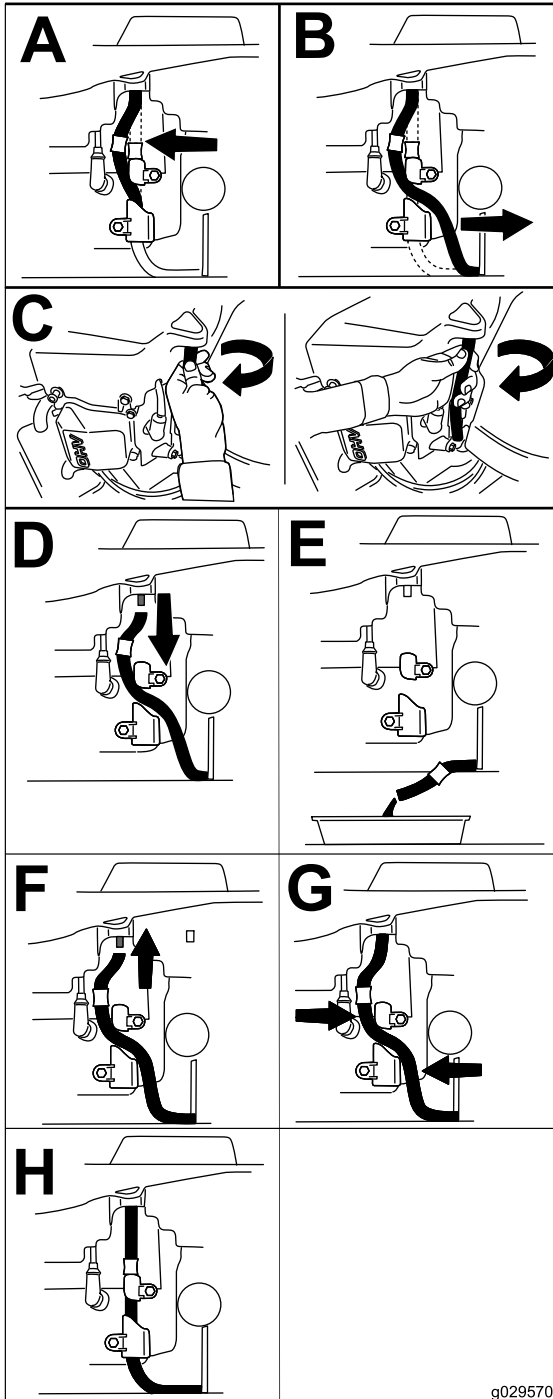

Figure 32
4. Vidangez l'huile moteur (Figure 32).